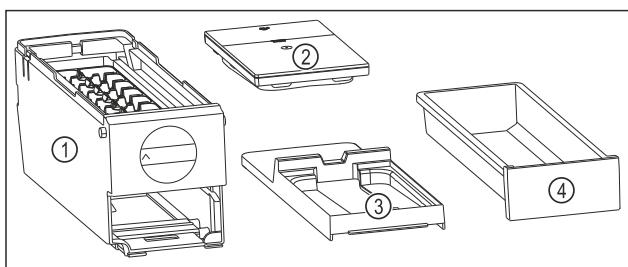

Fig. 89 Компоненти EasyTwist-Ice
- ▷ EasyTwist-Ice складається з чотирьох частин. (див. Fig. 89)
- Розбирайте EasyTwist-Ice тільки на зображені компоненти. (див. Fig. 89)
- Очистіть корпус EasyTwist-Ice Fig. 89 (1) без розбирання.